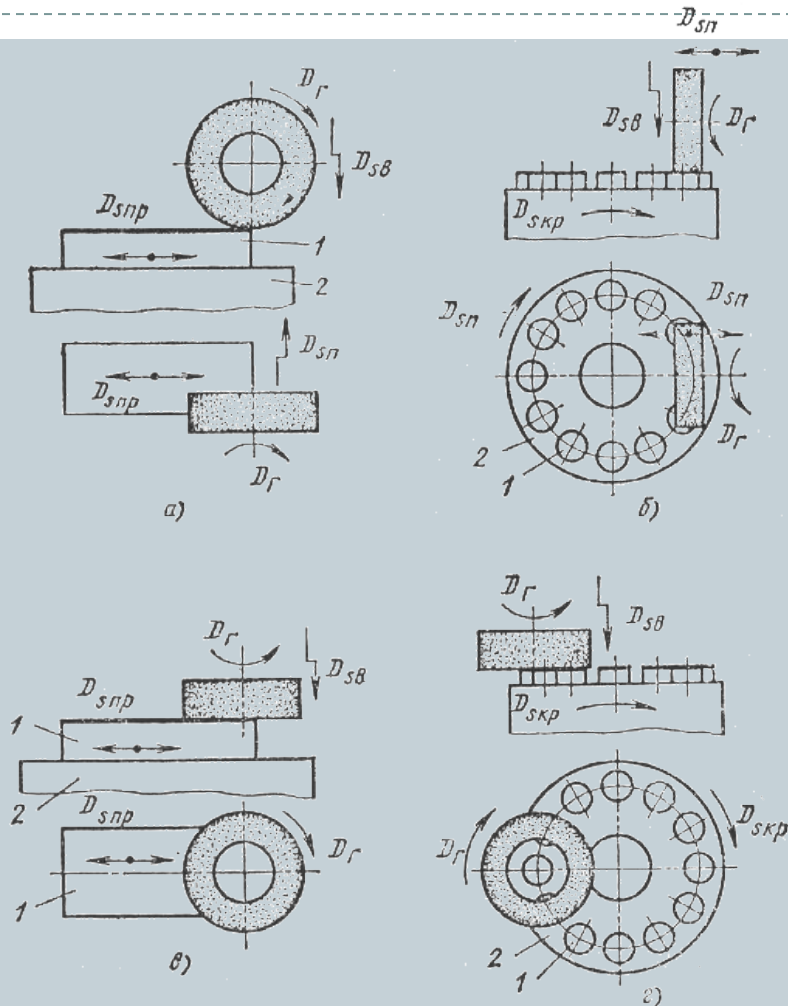

Рисунок 12- схема обработки плоским шлифованием
Методы **плоского шлифования** (рисунок 12) делят на четыре основных вида. Заготовки 1 закрепляют на прямоугольных или круглых столах 2. Прямоугольные столы совершают возвратно-поступательные движения (продольное движение подачи), движение подачи на глубину резания производится в крайних положениях столов. Круглые столы совершают вращательные движения, обеспечивая круговое движение подачи.
- Шлифование торцом круга (рисунок 12, в, г) более производительно, так как одновременно в работе участвует большее число абразивных зерен, однако шлифование **периферией круга** (рисунок 12, а, б) позволяет выполнить большее число разнообразных работ.